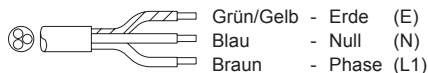

Abb. 5
- (Abb. 5) Bei 1N~ 220-230V (3 adriges Kabel).